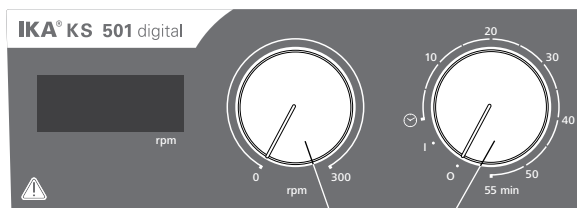

Fig. 3
- ☞ A készülék bekapcsolásához fordítsa a „**Be/Ki**” és az „**Időzítő**” (B, lásd Fig. 3) tekerőgombot az óramutató járásával megegyező irányban az „**1**”-es pozícióba.
- ☞ A készülék kikapcsolásához fordítsa a „**Be/Ki**” és az „**Időzítő**” (B) tekerőgombot a „**0**” pozícióba.
- ☞ A motor fordulatszáma a „**Fordulatszám**” szabályozógombbal állítható be (**C**, lásd **Fig. 3**). A motor fordulatszáma 0–300 percenkénti fordulatszámra állítható be.